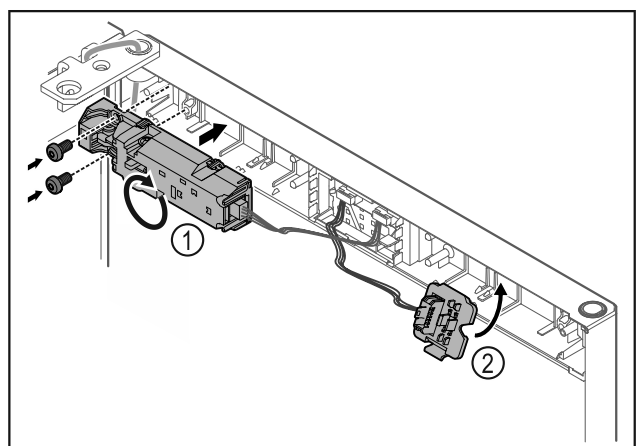

Fig. 24
- ▶ Περιστρέψτε την τηλεχειριζόμενη κλειδαριά Fig. 24 (1) 180° και στερεώστε τη στην απέναντι πλευρά.
- ▶ Κουμπώστε το στήριγμα του φικς Fig. 24 (2) στην απέναντι πλευρά.